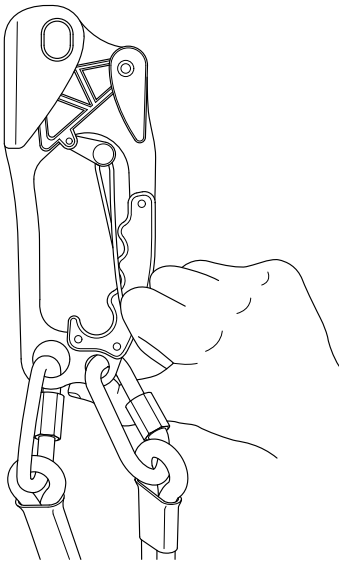

FIG. 1
- 1 Sostenga el dispositivo y retraiga el brazo de resorte tirando el cordino (Fig.1)